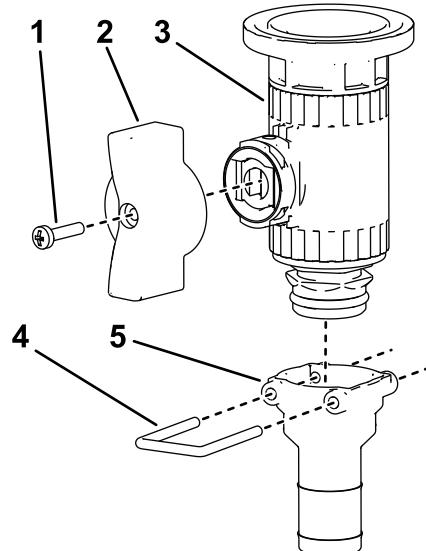

Bild 39
1. Befestigen Sie den Flügelgriff und das gerade Anschlussstück am geflanschten Regelventil (Bild 39).
2. Befestigen Sie das gerade Anschlussstück am geflanschten Regelventil mit dem Halter, wie in Bild 39 abgebildet.